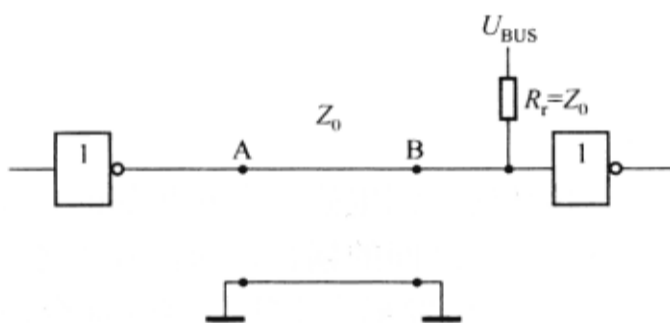

图 3-3-11 主动并行端接
(3) 主动并行端接：在此端接策略中，端接电阻 $R_T$  ( $R_T = Z_0$ )将负载端信号拉至一偏置电压 $U_{BIAS}$ ，如图3-3-11所示。 $U_{BIAS}$ 的选择依据是使输出驱动源能够对高/低电平信号有汲取电流能力。这种端接方式需要一个具有吸、灌电流能力的独立的电压源来满足输出电压的跳变速度的要求。这种端接方式也会带来一定的直流消耗，当偏置电压 $U_{BIAS}$ 为正电压，输入为逻辑低电平时有直流功率损耗；同样，当偏置电压 $U_{BIAS}$ 为负电压，则输入为逻辑高电平时，有直流功率损耗。总的来说，这种匹配还不够完善，而且还需要提供交流源，在高频下，交流源的高低变化会给传输线造成窜扰和EMI影响。